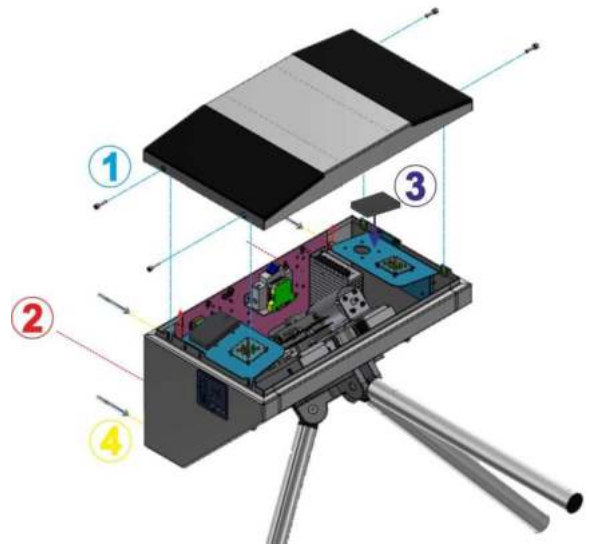

Рис. 18– Загальний вид складання турнікету-триподу «SKULL-M»
10) Для доступу до кріпильних та технологічних отворів та клемних колодок турнікету «SKULL-M» потрібно зняти кришку, відкрутивши 4 гвинти на торцях (див. Рис. 18).